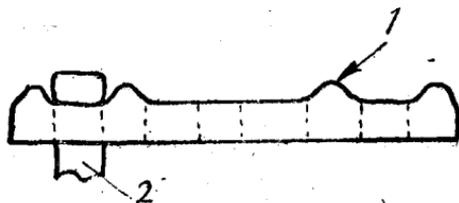

图4 爪太低的侧环
9. 滾銷子：在制造上由于側环的爪太低，或工字銷子成圓头，如图 4 所示。在使用时因鏈子松，工字銷子滾动，而自行脫落，造成断鏈子。有些大鏈太老不能解开，用螺絲代替工字銷子；有的螺絲太长，有的螺絲穿的方向不正确，螺帽也易自行脫落而发生断鏈子事故。